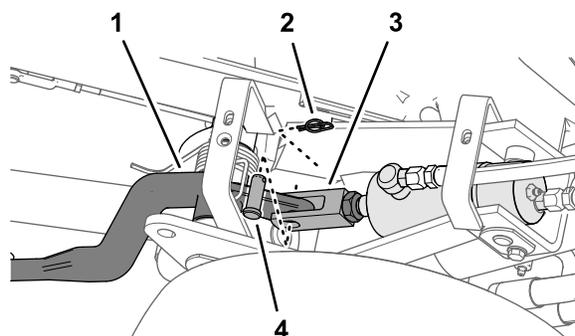
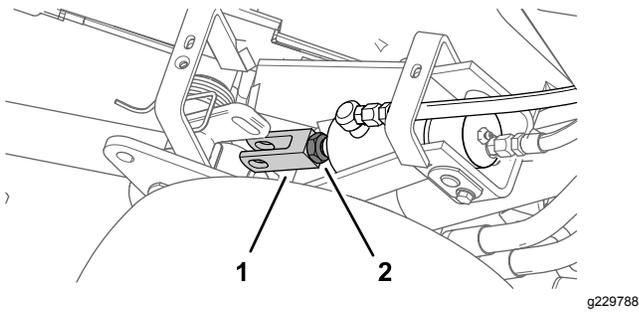

图48
图49
3. 松开将叉型接头固定至待调节滚刀组提升油缸的锁紧螺母图48。
4. 取下固定销和 U 形销图48
5. 旋转 U 形销直至达到所需的高度图49。
6. 使用 U 形销和固定销将叉型接头固定到提升臂上然后拧紧锁紧螺母图48 和图49。